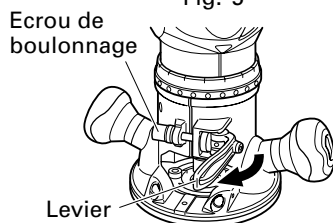

Fig. 6
- (3) Serrer le levier jusqu'à ce que l'on sente un déclic. (Fig. 6)